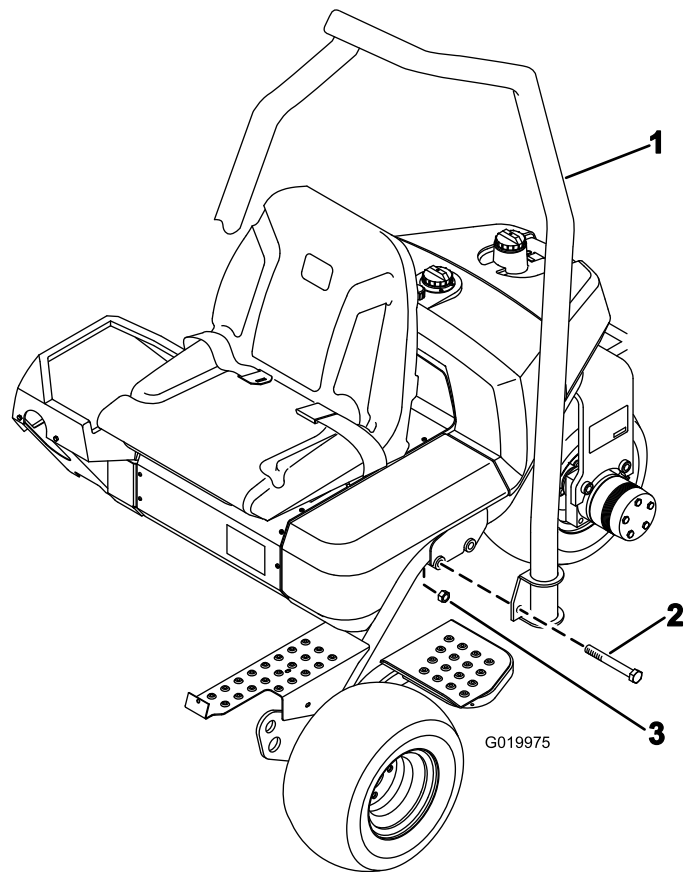

Bild 7
1. Positionieren Sie den Überrollbügel so, dass die Oberseite des Rohrs zur Vorderseite der Maschine gekrümmt ist (Bild 7).
2. Senken Sie den Überrollbügel auf den Rahmen ab und fluchten ihn mit den Befestigungslöchern aus (Bild 7).
3. Befestigen Sie jede Seite des Überrollbügels mit zwei Schrauben ($\frac{5}{8}$ " x $4\frac{1}{2}$ ") und Sicherungsmuttern am Rahmen, wie in Bild 7 abgebildet.